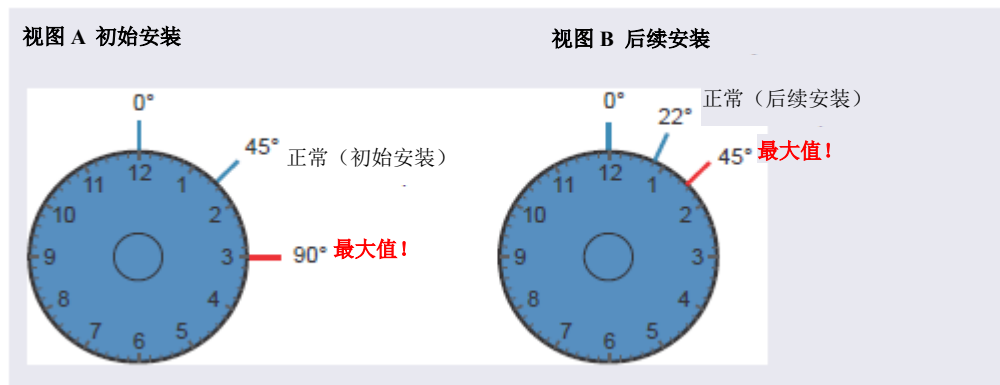

图 10-2. IC PEEK Viper 接头安装
- 接头的初始安装：用手指将螺栓从“0”标记拧紧八分之一圈（45° 或者钟面上 1 点钟和 2 点钟之间）（见图 10-2，视图 A）。
- 后续安装：用手指将螺栓从“0”标记拧紧十六分之一圈（22° 或者钟面上 12:04 位置）（见图 10-2，视图 B）。